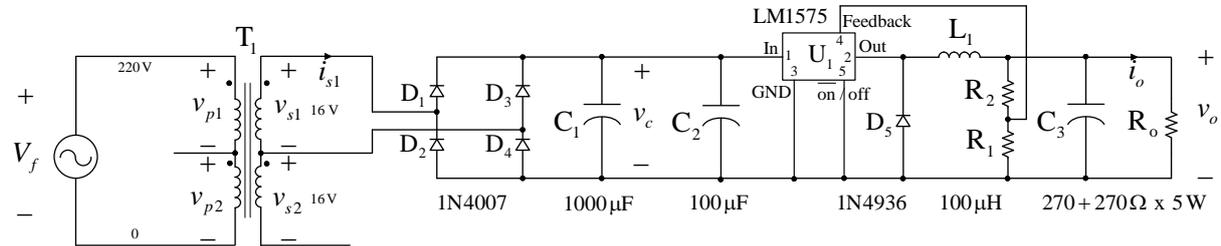

Figura 2 – Fonte ca-cc com o conversor cc-cc integrado.
Adicione ao circuito da fonte ca-cc um conversor cc-cc integrado, conforme mostrado na figura 2.
Determine o valor dos resistores R_1 e R_2 do circuito da figura 2 para uma tensão de saída de 5 V.
- Com relação ao LM1575, seria possível implementar uma fonte com saída de 3,3 V? Se for possível, o que precisaria ser alterado no circuito da figura 2 para isso?